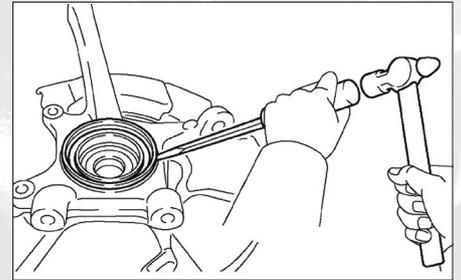

FIG. 13
- Déposer la bague d'étanchéité du pivot (**fig. 13**).